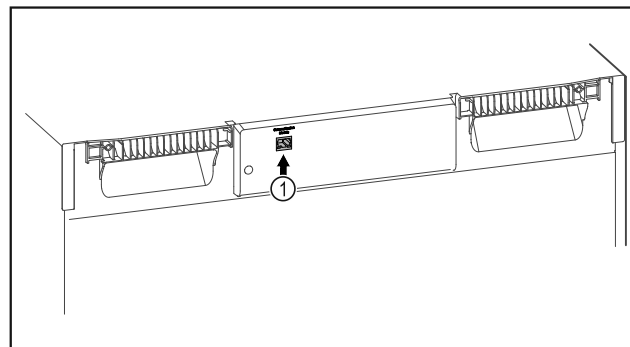

Fig. 140
- ☐ SmartModule Fig. 140 (1) er sat i.